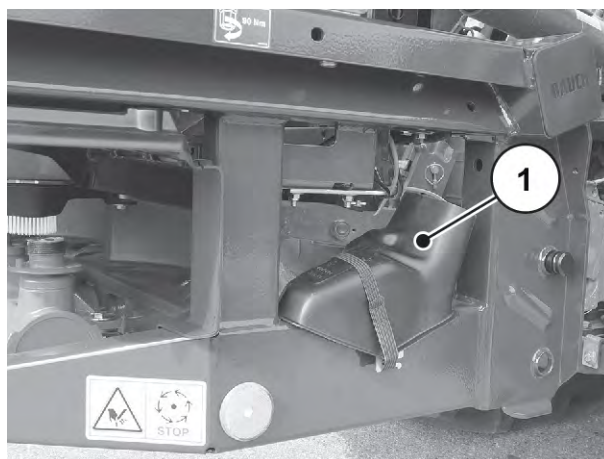

Рис. 35: Положення спускної труби для встановлення норми внесення добрива
- Підготуйте спускную трубу для встановлення норми внесення добрива. Див. *Рис. 35 Положення спускної труби для встановлення норми внесення добрива*